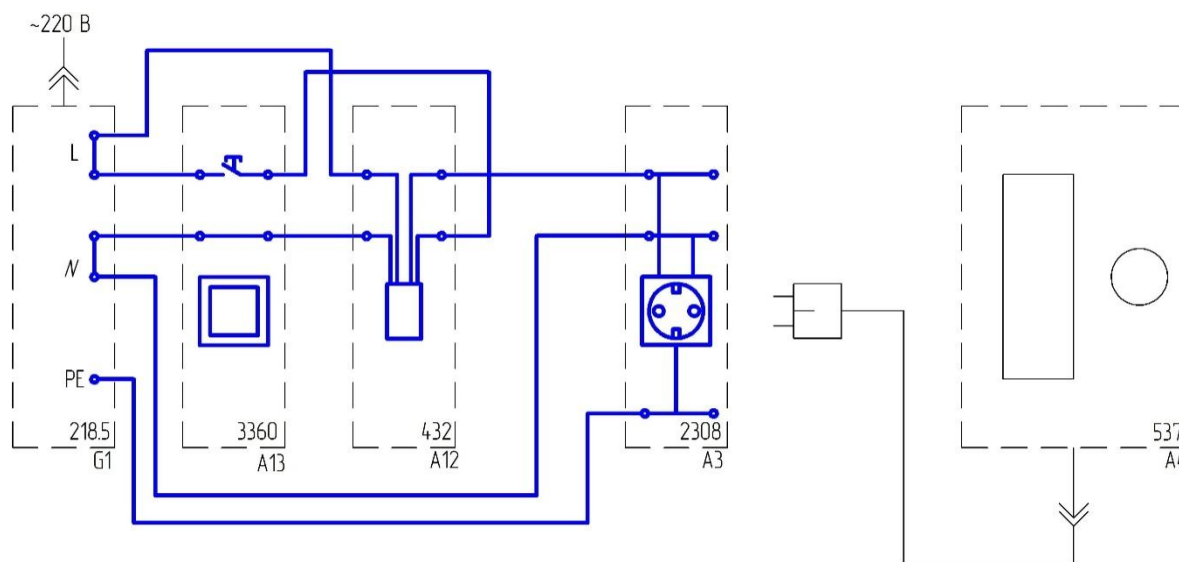

Рис.4.7.
- Соедините аппаратуру в соответствии со схемой электрической соединений, рис.4.7.